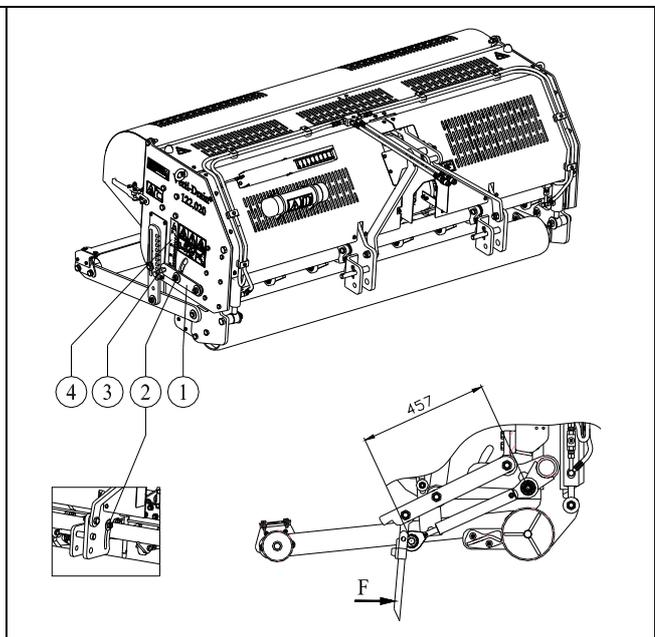

Figure 11
Tous les axes peuvent être réglés simultanément avec les poignées (1) sur le côté de la machine (voir Figure 11). Montez la machine au-dessus du sol et desserrez les contre-écrous (2) des deux côtés de la machine. Ajustez l'angle en mettant la clé fermée fournie sur l'hexagone (3) de la poignée (1). L'indicateur (4) donne l'angle. Retirez la clé fermée fournie et resserez tous les contre-écrous (2).